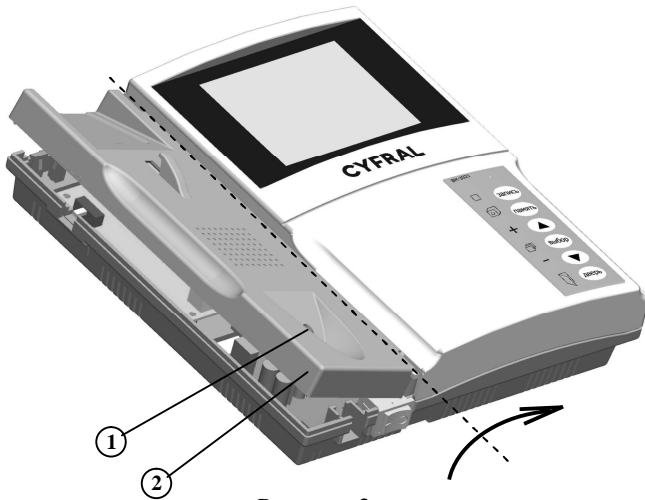

Рисунок 2
1. Открутите винт 1, фиксирующий съёмную крышку 2 видеомонитора. Снимите съёмную крышку 2 (см. рисунок 2).